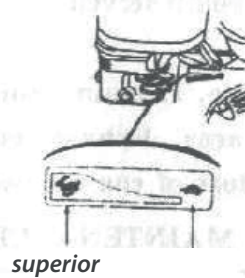

Fig. 17
1. Desplazar a la derecha la palanca de la válvula hasta el punto de parada (Fig. 17)